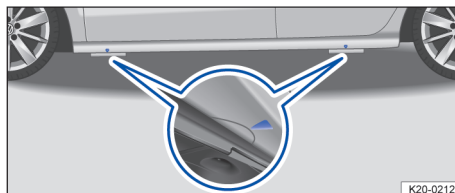

Fig. 215 Puncte pentru fixarea cricului.
Cricul poate fi utilizat numai la elementele de consolidare de la podea, care se află în spatele marcajelor de pe caroserie → fig. 215. Luați în considerare punctul de fixare cel mai apropiat de roata respectivă → **⚠️**.
6. Căutați punctul de ridicare pe cric → fig. 215 aflat dedesubtul autovehiculului, cel mai apropiat de roata care trebuie înlocuită.